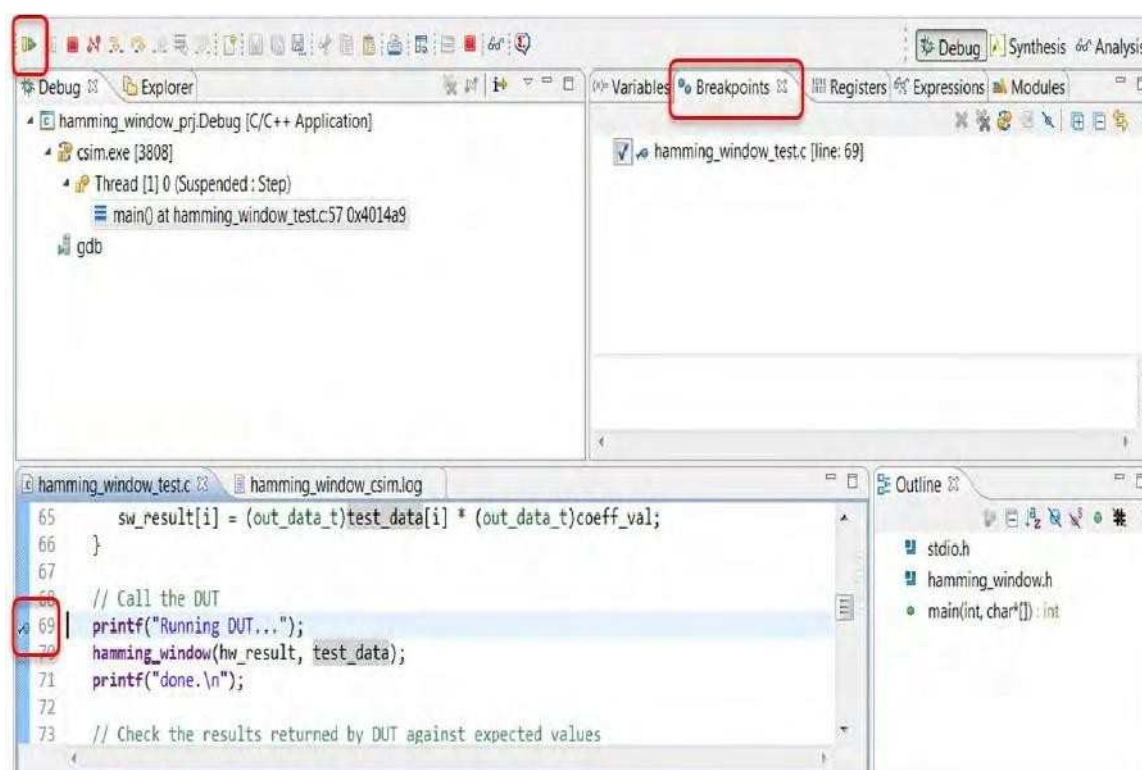

图 3-10: 使用断点
8.将光标放在第69行左边的空白处，用鼠标右键单击并选择 **Toggle Breakpoint**。在页边距处显示一个 **断点(蓝点)**，如图3-10所示。
9.激活如图 3-10 所示的 **Breakpoints 选项卡**，以确认在第 69 行有一个断点设置。
10.单击 **Resume** 按钮(在图 3-10 中突出显示)或 F8 键以执行到断点。